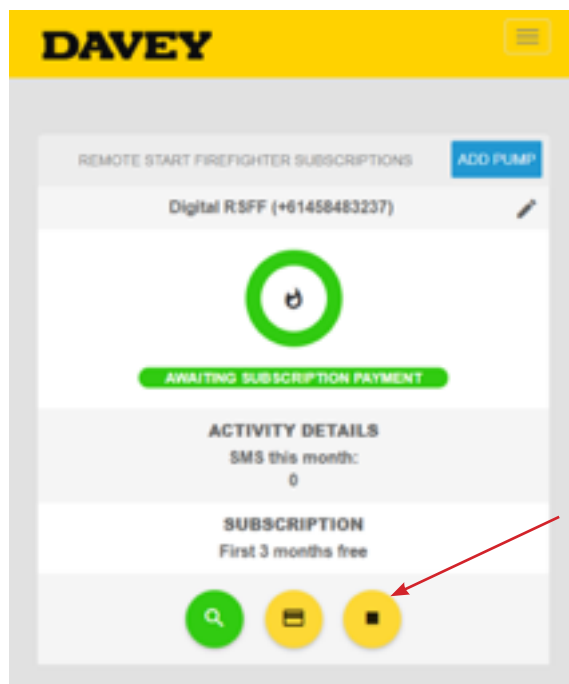

Figura 7.18
- > Per interrompere i pagamenti periodici degli abbonamenti, cliccare sulla casella a destra (*Figura 7.18*).